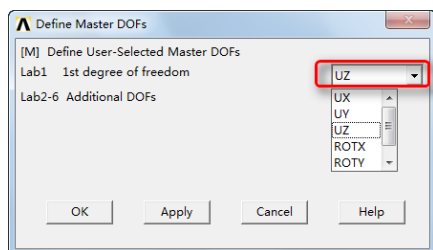

图 13-45 定义主自由度
⑫定义主自由度：Main Menu > Solution > Master DOFs > User Selected > Define，弹出“Define Master DOFs”拾取菜单，单击“Pick All”按钮，弹出“Define Master DOFs”对话框，如图 13-45 所示，在“Lab1 1st degree of freedom”后面的下拉列表中选择“UZ”，单击“OK”按钮。